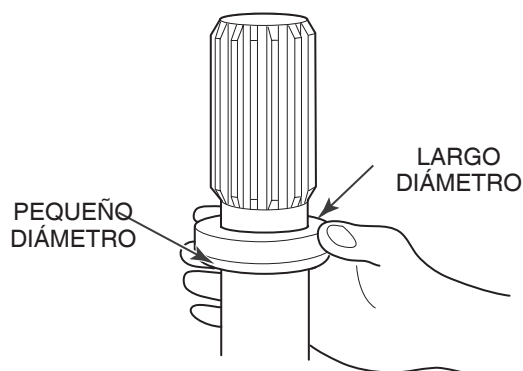

Figura 8.22
4. Instale el nuevo sello en el cuello del eje estriado. Asegúrese que el lado de diámetro pequeño ajústese en el estriado primero. Figura 8.22.